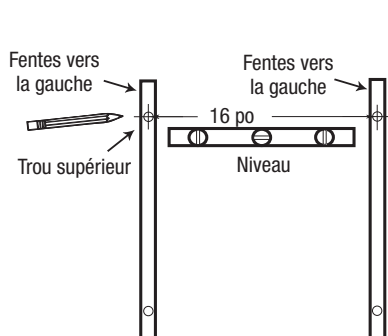

Figure 1
**Étape 2:** Marquez l'emplacement du trou supérieur du montant de droite à 16 po à droite de la première marque. Utilisez un niveau pour vous assurer que les montants seront à la même hauteur, tel qu'illustré à la **Figure 1**.